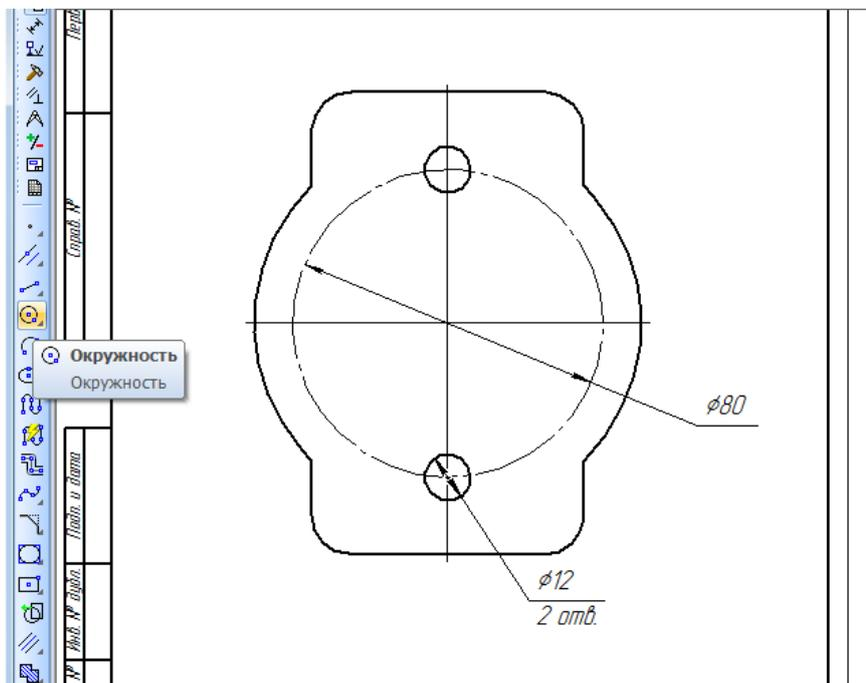

Рисунок 16.
9. В центре прямоугольника постройте еще одну окружность $\varnothing 80$ мм стиль линии **Осевая** (рисунок 16).
10. На пересечении окружности $\varnothing 80$ мм и вертикальной осевой линии выполните два отверстия $\varnothing 12$ мм стиль линии - **Основная** (рисунок 16).